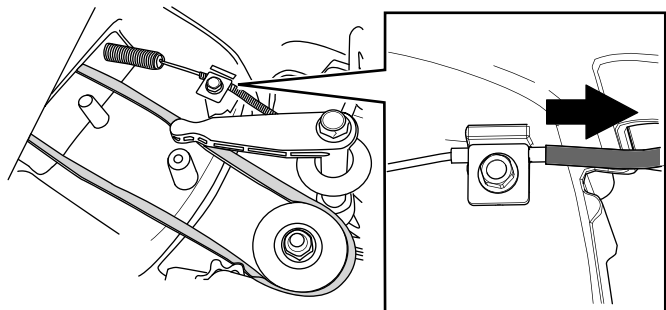

Figura 34
6. Tire de la cubierta del cable para eliminar la holgura (**Figura 34**).